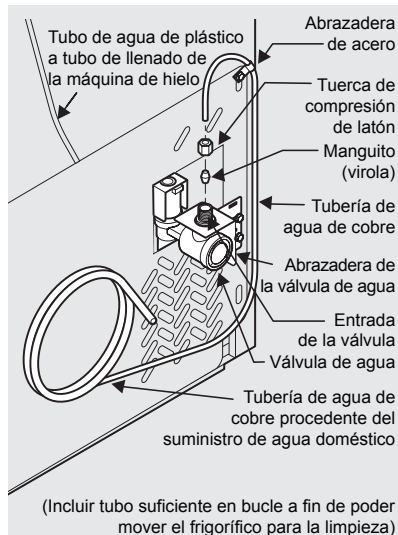

Figura 1
4. Si utiliza tubería de cobre: deslice la tuerca de compresión y a continuación el manguito (virola) hasta la toma de agua. Empuje la toma de agua hasta la entrada de la válvula de agua hasta el máximo ($\frac{1}{4}$ pulgada, 6 mm). Deslice el manguito (virola) en la válvula y apriete con los dedos la tuerca de compresión a la válvula. Apriete otra media vuelta con una llave; NO apriete excesivamente. Ver Figura 1.